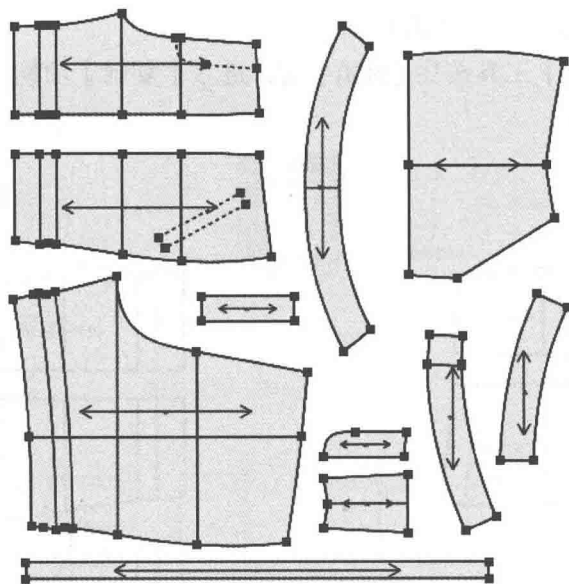

图 7-127 拾取纸样
②选择【智能笔】工具按住【Shift】键,进入【平行线】功能。分别在前中片、前侧片、后片输入3cm画一条线。此线为处理反边褶量的位置。
③选择【褶展开】工具,分别在前中片、前侧片、后片处理一个2cm刀字褶。
(46) 拾取纸样(图7-127)。选择【剪刀】工具拾取纸样的外轮廓线,及对应纸样的省中线,击右键切换成拾取衣片辅助线工具拾取内部辅助线。并用【布纹线】工具将布纹线调整好。